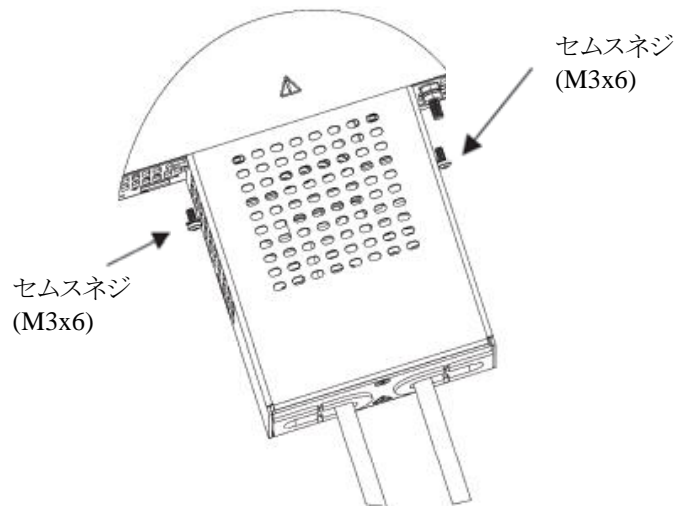

図4-52 出力端子カバーのリアパネルへの取り付け方法
3. 図4-52に示すようにM3×6セムスネジ(製品に添付されています)を使用して、電源のリアパネルに出力端子カバーを取り付けます。